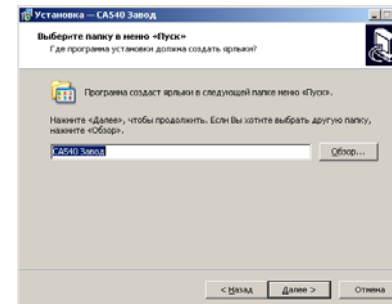

Рисунок 4.3
3) Определить место размещения ярлыков программы в меню "Пуск", для чего в окне (рисунок 4.3) следует либо согласиться с предлагаемой по умолчанию папкой, либо выбрать другой вариант, щелкнув по кнопке Обзор. Для продолжения выполнения установки программы щелкнуть по кнопке Далее.